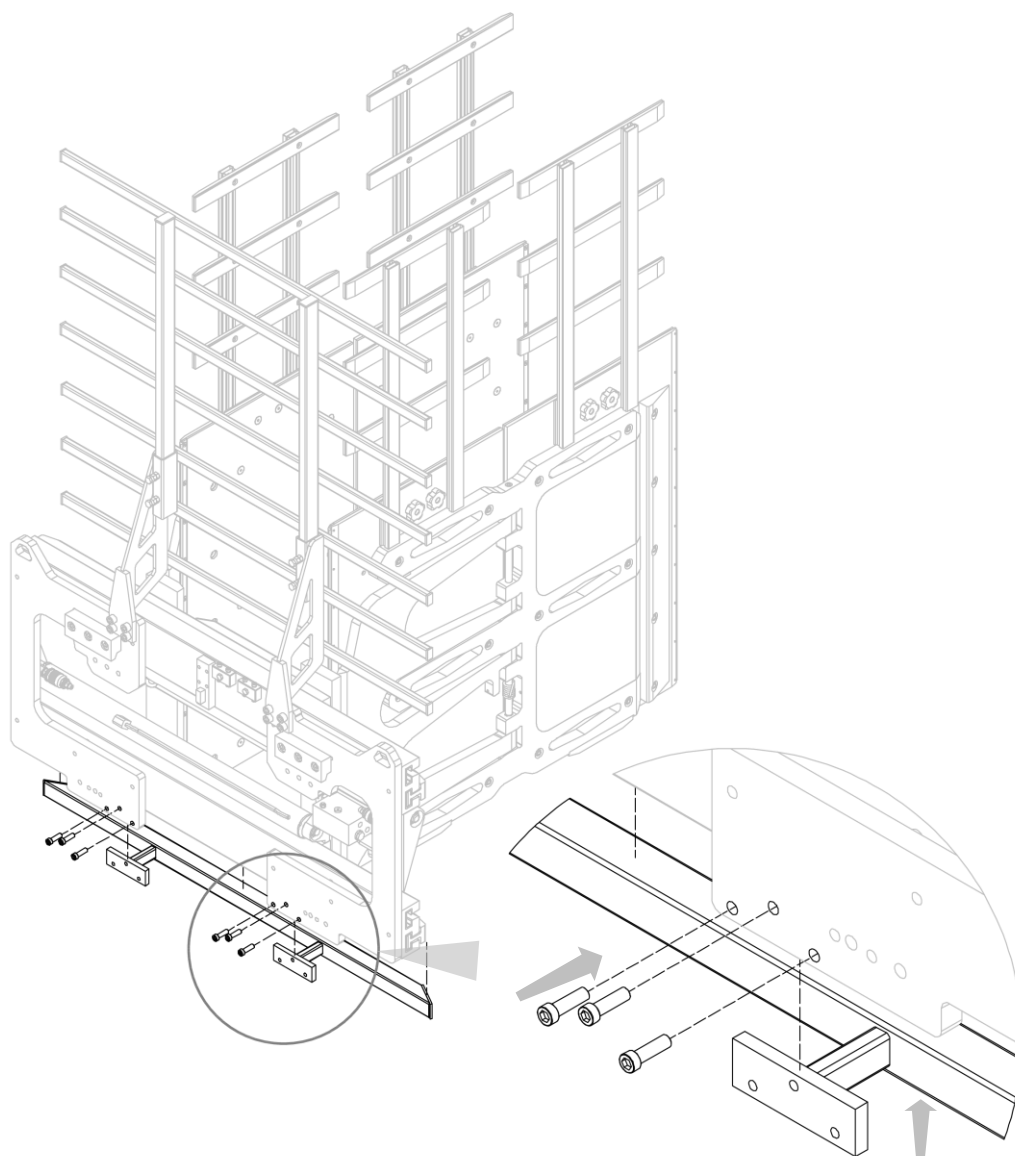

Figure 45
3. Fixez le cadre de chargement inférieur à l'aide des vis appropriées (voir *Figure 45*).